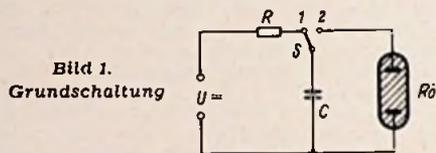
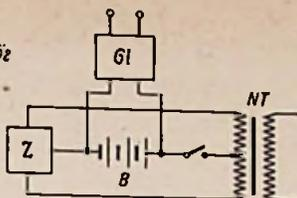
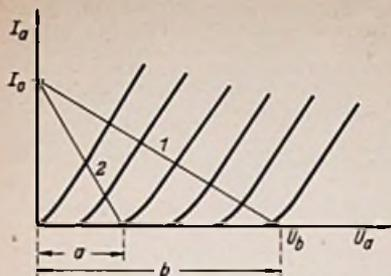

Bild 1. Grundschaltung
Bild 4. Aus einer Batterie gespeiste Eingangsschaltung in vereinfachter Darstellung
Bild 3. I_a-U_a -Kennlinienfeld mit Widerstandsgeraden. Wenn die Röhre nach Bild 2 geschaltet ist, liegt der Arbeitspunkt auf der Geraden 2
Bild 1 zeigt das Grundprinzip. Liegt der Schalter S auf dem Kontakt 1, so wird der Kondensator C über den Widerstand R aus der Gleichspannungsquelle U aufgeladen. Nach Ablauf einer der Zeitkonstanten
Der Widerstand R_1 entspricht dem Widerstand R in Bild 1. Hinsichtlich der Bemessung seiner Größe sei auf die oben gemachten Angaben verwiesen. Da an diesem Widerstand bei Beginn der Aufladung von C_2 die volle Hochspannung liegt, ist eine Reihenschaltung hinreichend vieler, entsprechend kleinerer Widerstände anzuwenden. Am einzelnen Widerstand soll möglichst keine größere Spannung als etwa 0,5 kV auftreten. Im allgemeinen genügen Widerstände mit einer Belastbarkeit von etwa 1...2 W.
Der Kondensator C_2 ist der eigentliche Stoßkondensator, entspricht also dem Kondensator C in Bild 1. Seine Kapazität ist so zu wählen, daß die in ihm aufgespeicherte Arbeit den für die benutzte Entladungsröhre als zulässig angegebenen Grenzwert nicht überschreitet. Wird der Röhre eine größere Leistung zugeführt, so geht dies auf Kosten der Lebensdauer. Die in Betracht kommende Kapazität ergibt sich durch Umstellung der Gleichung (3) nach
Da nicht immer ein Lichtnetzanschluß zur Verfügung steht, ist oft Batteriebetrieb erwünscht. Hierfür eignet sich jede übliche Wechselrichter-Schaltung. Um die Batterie jederzeit schnell nachladen zu können, ist allerdings anzuraten, gleichzeitig noch einen kleinen Ladegleichrichter mit vorzusehen. Es ergibt sich daher eine Anordnung, wie es die Teilschaltung Bild 4 in vereinfachter Darstellung zeigt. Hierin sind der Ladegleichrichter Gl und der Zerkhacker Z nur angedeutet. Je nach dem vorhandenen Zerkhacker kann natürlich statt eines Hochspannungstransformators mit primärer Mittelanzapfung auch eine Ausführung mit einfacher Primärwicklung gewählt werden. Abgesehen von der am Zerkhacker notwendigen Funkenlöschung sind sonstige Entstörungsmaßnahmen kaum notwendig, da das Gerät ja immer nur kurzzeitig im Betrieb sein dürfte.
Eine verhältnismäßig einfache Möglichkeit für diese Stillabstimmung, die man gleichzeitig mit einer Abstimmanzeige kombinieren kann, besteht bei Verwendung der Röhre EQ 80 als Demodulator. Die Grundschaltung und ihre Dimensionierung wurden bereits besprochen¹⁾. Zum Zweck der Stillabstimmung wird die Schaltung durch eine Röhre EM 4 und einen Abstimmkreis erweitert, so daß sich nun die in Bild 1 dargestellte Schaltung ergibt. Zunächst soll ihre grundsätzliche Wirkungsweise erläutert werden.
Bild 1. Schaltung einer FM-Demodulatorstufe mit der EQ 80, bei der mit Hilfe des Kreises L_3, C_3 eine Diode der EBF 80 und der EM 4 Abstimmanzeige und Stillabstimmung vorgenommen werden. Wenn das gestrichelt gezeichnete Potentiometer 1000 Ω eingebaut wird, entfällt die Verbindung xy
Bild 4. I_a-U_a -Kennlinienfeld der steileren Triode der EM 4. Die Anode liegt an einem Spannungsteiler, der von U_b nach U_v geschaltet ist. Spule L_3 , 45 Windungen Kupferdraht, emalliert, 1 mm \varnothing , $Q = 120$; $L = 6,2 \mu H$; Abschirmbecher 30 mm \varnothing , 60 mm hoch
Der Widerstand zwischen erstem Gitter und Katode der EQ 80 soll kleiner als 100 k Ω sein. Außerdem ist das Gitter hoch- und niederfrequenzmäßig zu erden. Werden diese beiden Regeln nicht beachtet, so sinkt die abgegebene Nf-Spannung, und die Begrenzerwirkung wird schlechter. In der Schaltung (Bild 1) wurden deshalb der Gitterwiderstand zu 50 k Ω und der Entkopplungskondensator zu 0,5 μF gewählt. Für die Umladung des Kondensators von der Anode der EM 4 her ist die Zeitkonstante $T = 300 \text{ k}\Omega \cdot 0,5 \mu F = 0,15 \text{ sec}$. Sie ist noch klein genug, um ein „Verschlucken“ beim Abstimmvorgang zu vermeiden.
In Bild 3 ist zunächst die normale Widerstandsline 1 eingetragen, die man ohne R_p erhalten würde. Gemäß der oben abgeleiteten Beziehung müssen nun noch alle Werte für U_a mit $\frac{R_a + R_p}{R_p}$ dividiert werden. Man zieht also die zweite Widerstandsline so, daß $a : b = R_p : (R_a + R_p)$ wird. Längs dieser Linie 2 wird die Röhre angesteuert. In unserem Fall tritt noch eine weitere Komplikation dadurch ein, daß R_p nicht zum Minuspol, sondern zu einer negativen Vorspannung U_v führt, wie Bild 1 zeigt. Nun ist
Wir sehen, daß die Widerstandsline genau so konstruiert werden wie in Bild 3, wenn man von einer senkrechten Bezugslinie ausgeht, die um die Spannung U_v links vom Nullpunkt liegt. In Bild 4 ist dies für das Kennlinienfeld des steileren der beiden Triodensysteme der EM 4 durchgeführt (die EM 34 und UM 4 haben dasselbe Kennlinienfeld wie die EM 4). Die beiden Endpunkte der Widerstandsline (entsprechend Linie 2 in Bild 3) erhalten wir, indem wir zunächst $U_a = U_v$ setzen. Dann ist
Hierzu gehört der Arbeitspunkt P_2 in Bild 4. Er erfordert eine Gittervorspannung $U_{g1} = -1,5 \text{ V}$. Da wir die Diode, die die Regelspannung liefert, mit -7 V verzögert haben, muß sie eine Richtspannung von -8,5 V erzeugen. Wir sehen: Wenn an der Diodenanode -7 V liegen, ist die EQ 80 gesperrt, sie ist aber bereits voll geöffnet, wenn die Spannung an der Diodenanode -8,5 V beträgt. Der Öffnungsvorgang beansprucht also nur ein ganz geringes Spannungsintervall. Um sicher zu gehen, daß auch immer das steilere der beiden Triodensysteme der EM 4 benutzt wird, sei noch darauf hingewiesen, daß die hierzu gehörige Anode bei der EM 4, EM 34 und UM 4 neben dem Gitteranschluß liegt. Sie ist in den Röhrendatenblättern mit a_1 bezeichnet.